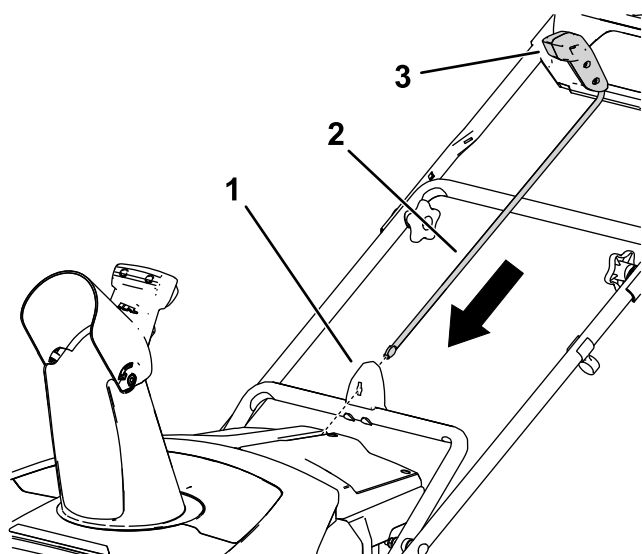

Figura 7
1. Asegúrese de que el conducto está orientado hacia adelante (Figura 7).
2. Con el manillar orientado hacia adelante, instale la varilla de control del conducto en la guía y empújela hacia abajo hasta que encaje en su sitio (Figura 7).